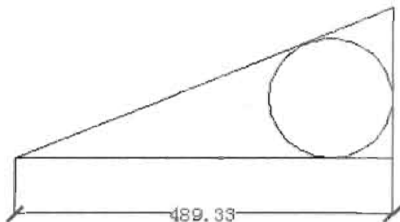

图 10-108
(1) 根据原始文件路径打开图形,如图 10-108 所示。